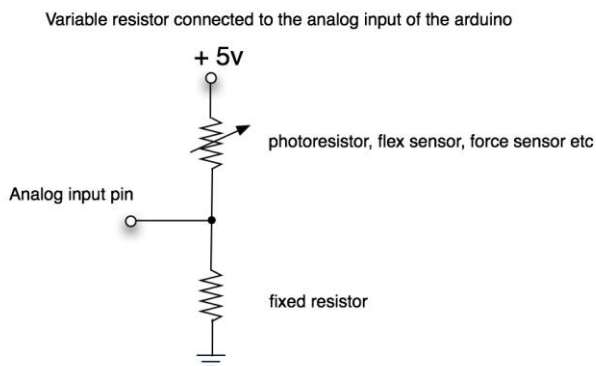

Рис. 2.6. Схема підключення фоторезистора до Arduino Uno
3. Замість змінного резистора підключити до аналогового входу подільник, утворений постійним резистором й давачем освітленості (фоторезистором) згідно рис. 2.6. Змінюючи освітленість фоторезистора, спостерігати за значенням змінної *norm*.